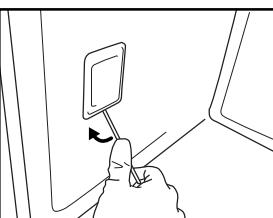

Fig.7
3. Dégagez le cache de l'ampoule en faisant levier à l'aide d'un tournevis (Fig. 7).